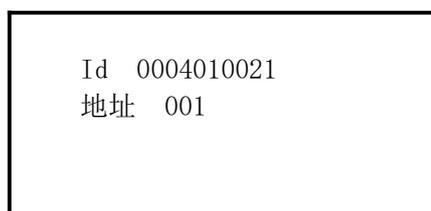

图 18 智能部件编地址界面
1) 在智能部件统计显示界面，选中需设地址的部件，按【1】键选择“编地址”，进入编地址界面，如图 18 所示，输入所需地址，按【确认】键。